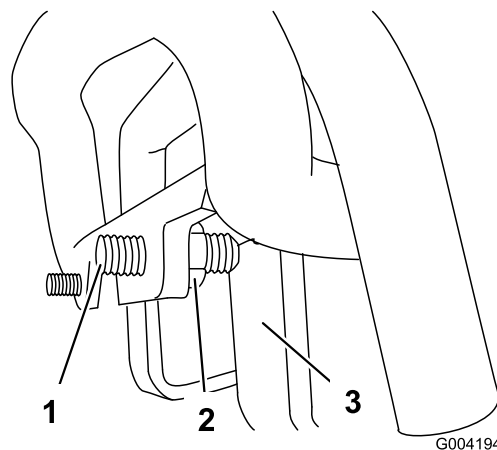

Figure 54
- Si la machine se déporte vers la **gauche**, desserrez l'écrou de blocage **droit** et ajustez la vis de réglage de correction directionnelle à l'avant de la commande de déplacement (Figure 54).
- Si la machine se déporte vers la **droite**, desserrez l'écrou de blocage **gauche** et ajustez la vis de réglage de correction directionnelle à l'avant de la commande de déplacement (Figure 54).